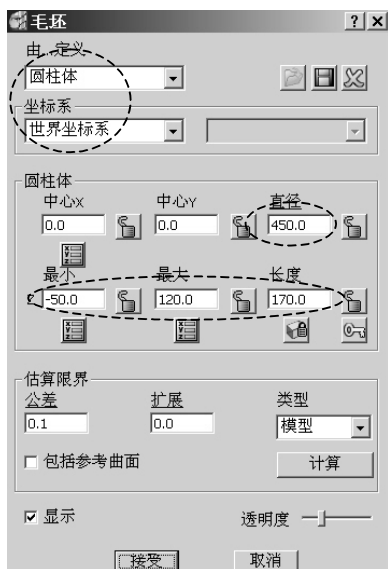
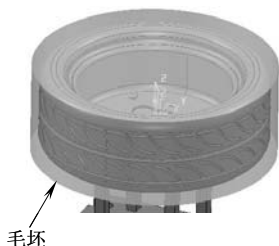

图 9-36 设置毛坯参数
图 9-37 圆柱毛坯
2) 创建圆柱毛坯: 在 PowerMILL 综合工具栏中单击创建毛坯按钮, 打开 “毛坯” 表格, 勾选 “显示” 选项, 按图 9-36 所示设置毛坯参数。单击 “接受” 按钮, 创建出图 9-37 所示圆柱毛坯。